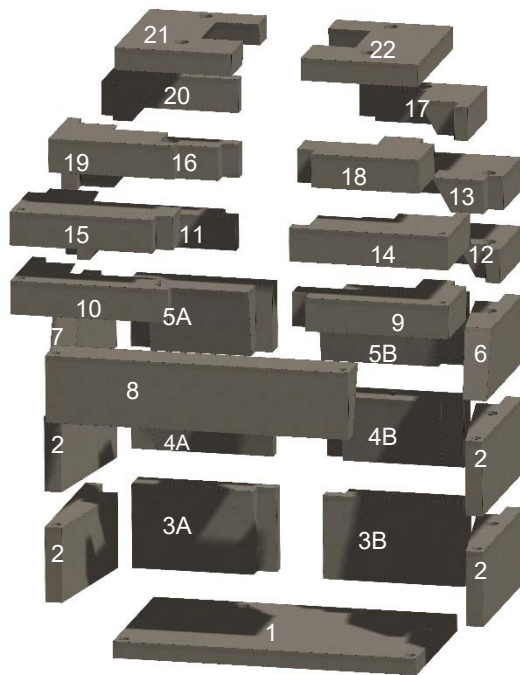
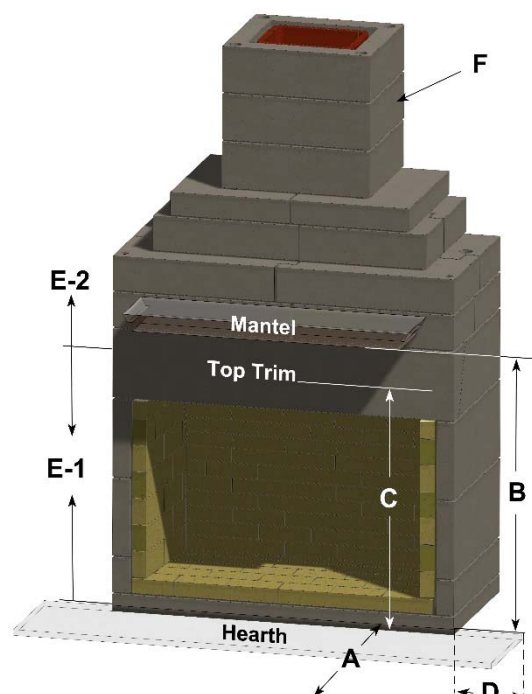

Figure 2. Composants du foyer
Figure 3. Dégagements (utiliser avec le tableau 2)
La cheminée est livrée en kit avec tous les composants nécessaires pour compléter l'installation. Le kit est configuré pour une cheminée à conduit de fumée, mais un adaptateur spécial est disponible pour une cheminée métallique. La disposition des composants, dont certains sont en option, est illustrée à la figure 2. Les composants sont indiqués dans le tableau 1. Les spécifications et les dimensions d'installation sont indiquées dans le tableau 2.
- A. Les éléments du foyer illustrés à la figure 2 et énumérés au tableau 1.
Tableau 2 : Dégagements (voir la figure 3)
Sélectionnez un emplacement de mur dans les plans de la maison où toutes les distances minimales, comme indiqué dans le tableau 2 et la figure 3, peuvent être respectées. Procédez comme suit. Les chiffres entre () sont les numéros d'articles du Tableau 1 et de la Figure 2. Assurez-vous que la base sur laquelle le foyer sera installé est une fondation solide et de niveau et qu'elle est composée de matériaux incombustibles, comme le béton.
N. Si vous installez un manteau de cheminée et une garniture latérale, surtout s'il s'agit de bois ou d'autres matériaux combustibles, assurez-vous que les distances minimales indiquées dans le tableau 2 et la figure 2 sont respectées.
O. Installez l'âtre et/ou le prolongement de l'âtre. Assurez-vous que les dégagements et les distances du Tableau 2 et de la Figure 3 sont respectés. Assurez-vous que l'âtre et le plancher sous et devant l'âtre sont faits de matériaux entièrement incombustibles, et pas seulement d'un revêtement de sol incombustible. Lorsque l'installation de l'âtre est terminée, vous êtes maintenant prêt à installer l'extérieur.